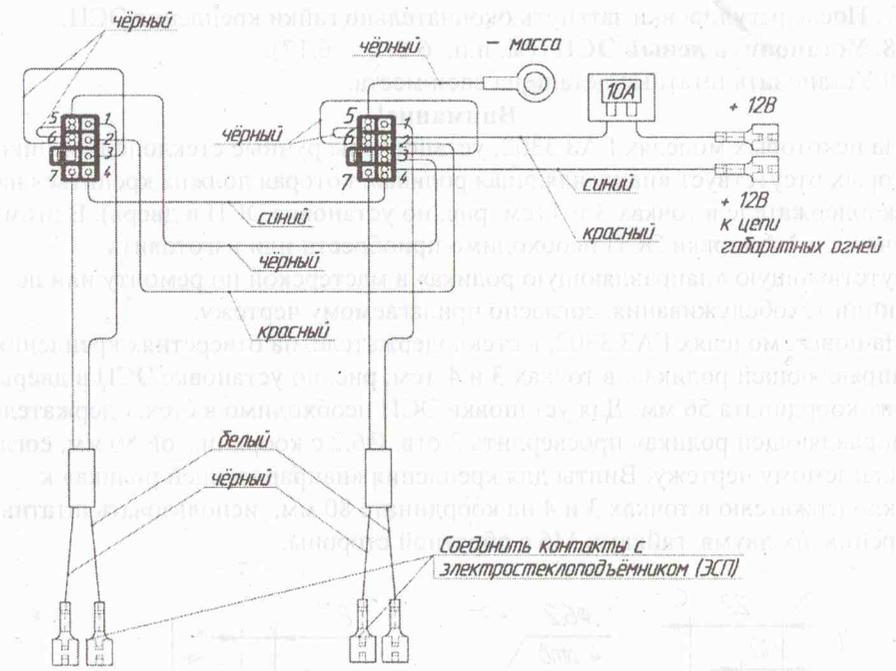

Рис. 3. Схема подключения электростеклоподъёмников к бортовой сети автомобиля.
- 6.8. Выбрать место установки переключателей, разметить и вырезать под них проемы. Протянуть кабельный ввод по салону от места расположения переключателей до дверей, затем через стойки в полости дверей. Контакты на другом конце провода соединить с электродвигателем ЭСП (см. рис. 3). При необходимости изменения размеров провода использовать провода с сечением не менее 0,75 кв. мм. Кабельный ввод закрепить в стойке двери.
- 6.10. Выполнить соединения проводов питания и подсветки в соответствии со схемой подключения ЭСП (см. рис.3).